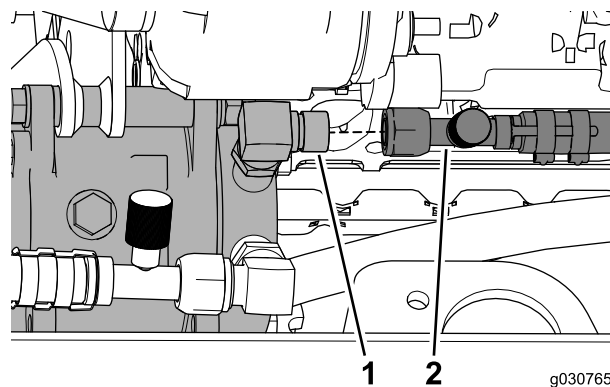

Bild 43
3. Schließen Sie den Hochdruckschlauch der Klimaanlage (3/4") von der Kabine am rechten Winkelanschlussstück (3/4") an, wie in **Bild 43** abgebildet.